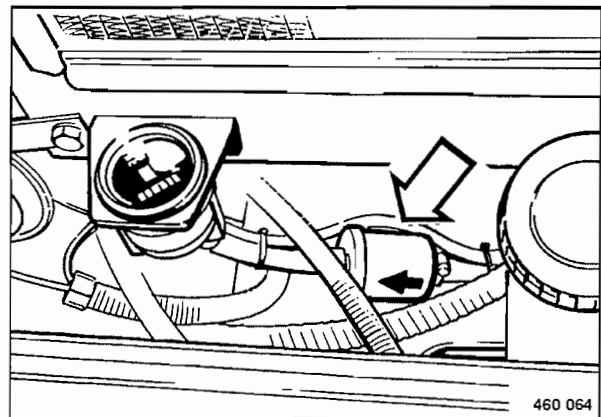

Fig. 100
- Soltar la abrazadera (Fig. 100).